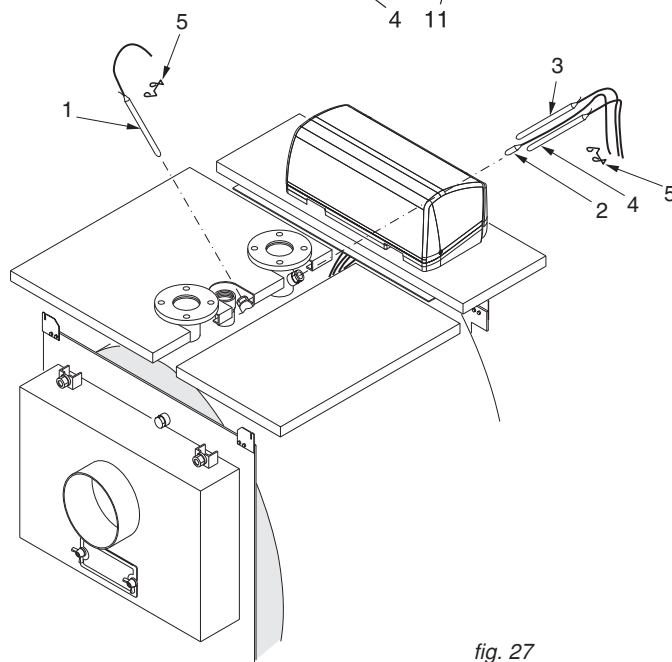

fig. 27
- F) Inserire nelle guaine i bulbi degli strumenti come indicato in fig. 27 ed eseguire il collegamento elettrico del pannello comandi alla linea di alimentazione, al bruciatore ed alle eventuali pompe, etc.